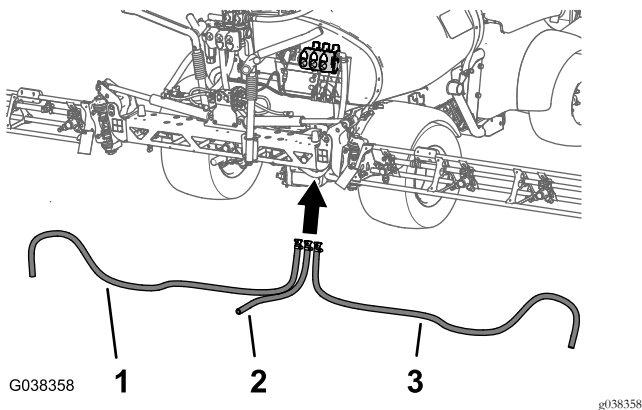

图79
1. 如图79所示将左、中和右喷洒臂供水软管铺设到喷洒臂段阀上。